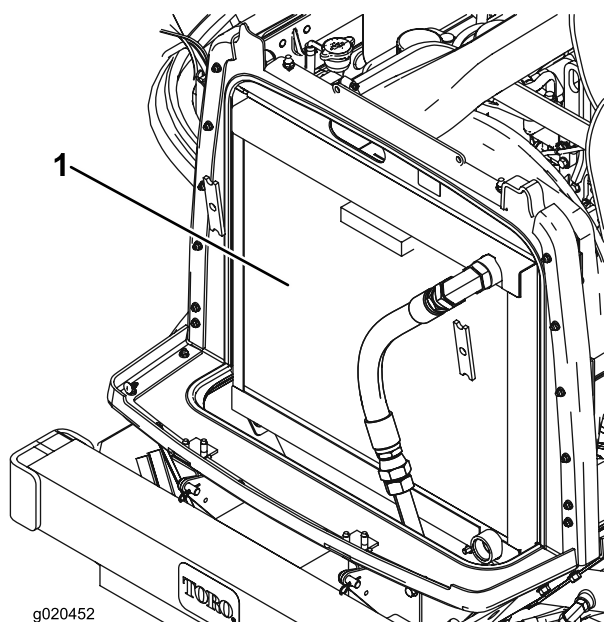

Рисунок 66
3. Тщательно очистите сжатым воздухом область с обеих сторон радиатора и маслоохладителя (Рисунок 66).